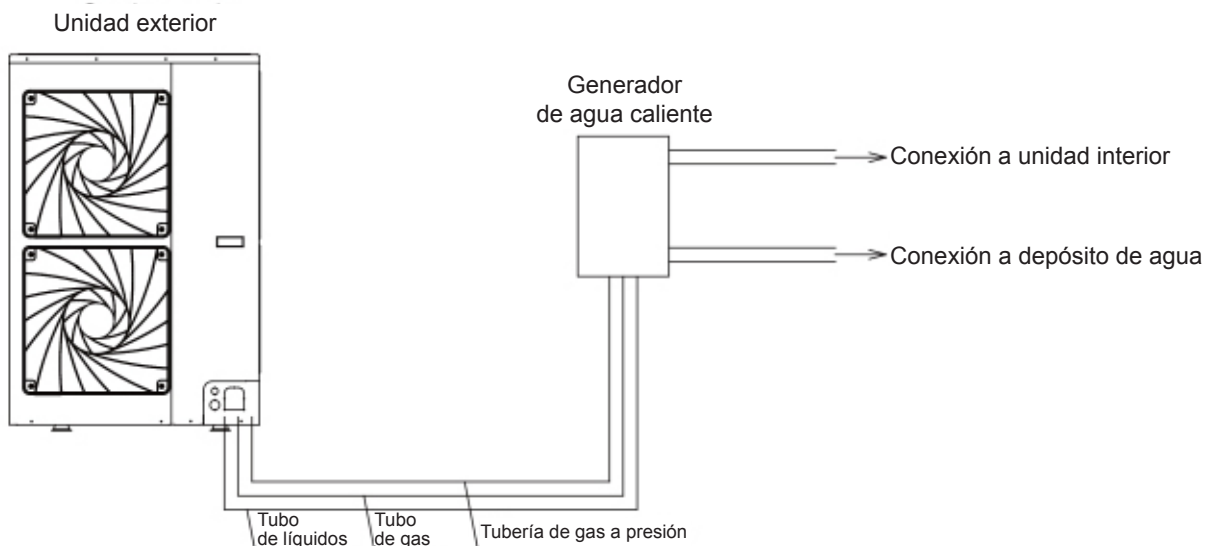

Fig. 16
- (2) El derivador tiene diversas secciones de tubería de diferentes tamaños, lo que facilita su conexión a diferentes tuberías de cobre. Emplee un cortador de tubos en el centro de la sección de tubería del tamaño adecuado y retire las rebabas. Véase la fig. 16.
- (3) El derivador deberá instalarse en vertical o en horizontal.